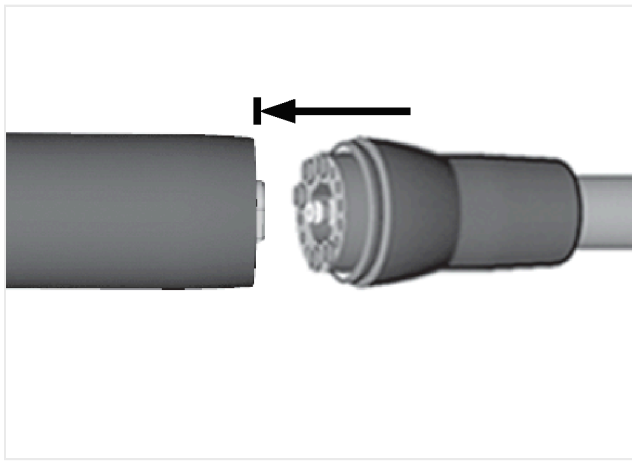

FIG. 2
1. Conecte el tubo al motor y enrosque completamente el manguito de el tubo en el conector trasero del motor. FIG. 2 Y FIG. 3 .